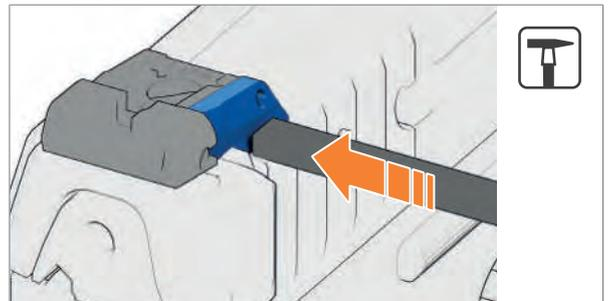

Abb. 34: Visier entnehmen
3. Visier mit Werkzeug entnehmen (Abb. 34).